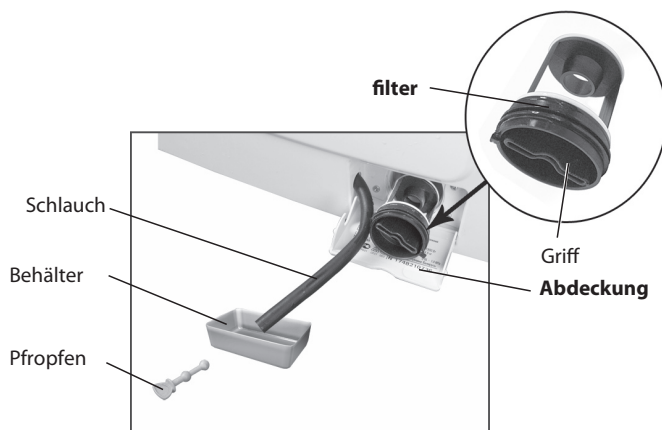

Abbildung 21
9.4.2 Vor der Reinigung ist das in der Pumpe verbliebene Wasser abzulassen. Hierfür ist der Filterdeckel laut Abb. 20 mittels Schraubenzieher, Münze oder eines anderen zugespitzten Gegenstandes zu öffnen. Der Schlauch ist bis zum Anschlag aus der Maschine herauszuziehen und ein Gefäß laut Abb. 21 für das Sammeln des Wassers anzuordnen. Die Höhe des Gefäßes muss niedriger sein, als die Schlauchaustrittsöffnung aus der Maschine. Der Pfropfen ist aus dem Schlauch zu entfernen und das Wasser in das Gefäß abzulassen. Bei einer großen Wassermenge im Bottich der